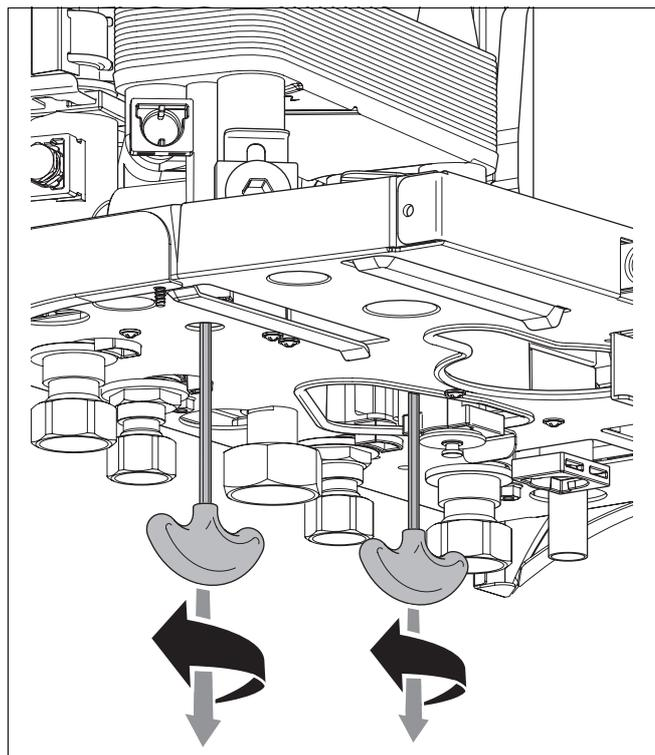

Fig. 43 Retirer les vis de l'échangeur thermique à plaques
- Retirer les deux vis de l'échangeur thermique à plaques (fig. 43).